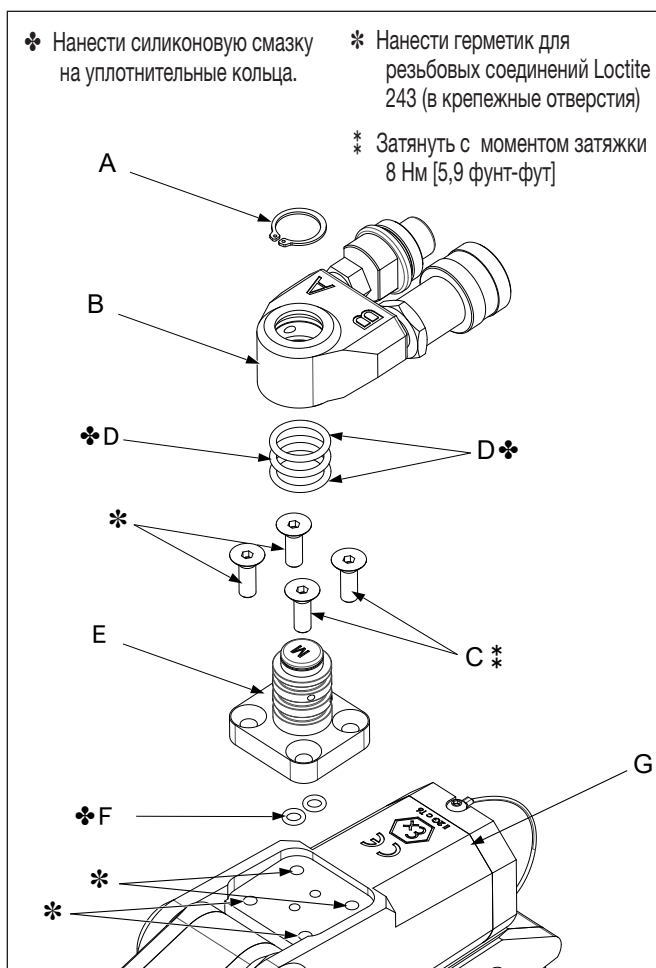

Рисунок 17: Стойка вертлюга и вертлюжное соединение в сборе
Снятие стойки вертлюга и накладной головки вертлюжного соединения в сборе (рис. 17, 18)
- Нанесите небольшое количество герметика для резьбовых соединений Loctite 243 на резьбу крепежных отверстий в корпусе ключа. Расположения см. на рис. 17.
- Установите два новых уплотнительных кольца (F) в отверстия в основании стойки вертлюга (E).
- Установите стойку вертлюга (E) на корпус ключа (G) таким образом, что гидравлические отверстия совмещены. Следите за тем, чтобы уплотнительные кольца (F) не выпали или не были защемлены или разрезаны.
- Вставьте обезжиренные винты под ключ (C) и затяните их с моментом 5,1 Нм {3,7 фунт-фут}.